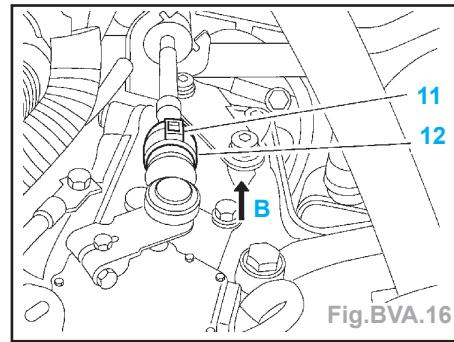
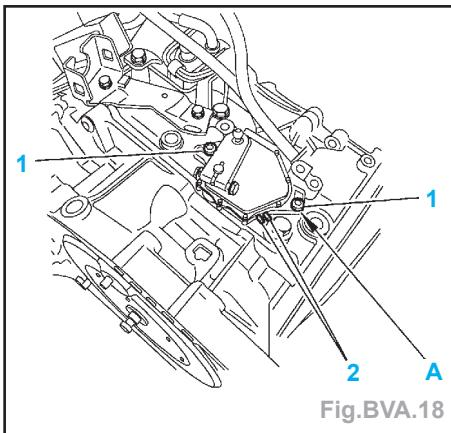

Fig.BVA.16
Fig.BVA.18
- Pour déverrouiller le système de réglage de la commande de vitesse, tirer la bague blanche (12) vers l'avant du véhicule et soulever la pièce plastique orange (11) (Fig.BVA.16).
- Levier de passage au maximum vers l'arrière du véhicule (B).
- Verrouiller le réglage de la vitesse en appuyant sur la pièce plastique (11).
- Relâcher la bague blanche (12).
- Débloquer les vis (1) (Fig.BVA.18).